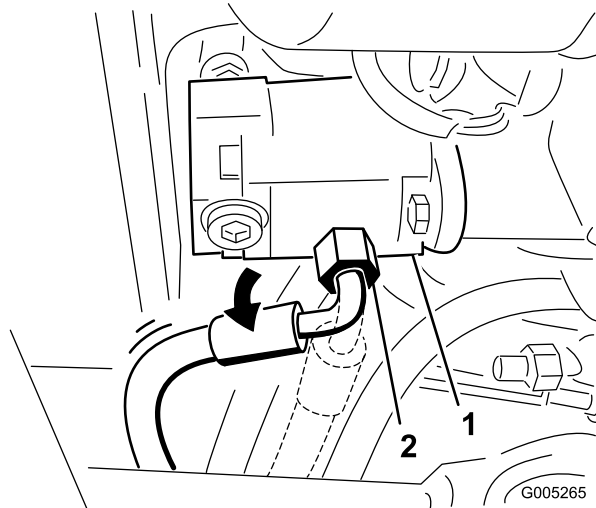

Figura 87
30. Afloje el acoplamiento de la manguera de presión y gire el acoplamiento 45 grados hacia la parte trasera de la máquina (Figura 87).
Nota: La Figura 87 muestra la vista desde debajo de la unidad de tracción.